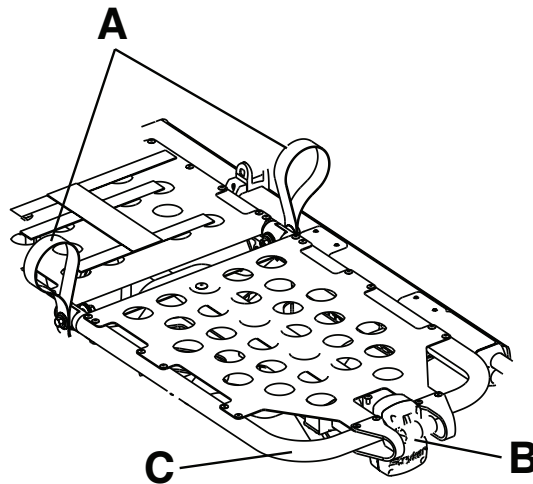

Figura 13 – Plataforma articulada para os joelhos
1. Levante uma das argolas de elevação vermelhas (A) até a plataforma articulada para os joelhos estar na posição mais elevada (Figura 13).